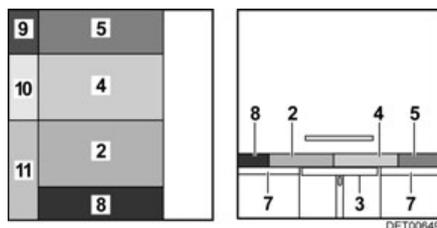

Fig. 115 Después de la transformación
- Tirar de los cojines del asiento (Fig. 115,2 y 4) hacia delante y hacia el centro.
- Colocar el cojín del respaldo (Fig. 115,5) entre el cojín del asiento y la pared.
- Colocar el cojín adicional (Fig. 115,8) entre el cojín del asiento y la pared.
- Colocar los cojines adicionales (Fig. 115,9, 10 y 11) entre los cojines sobre la mesa y el tablero y la pared.